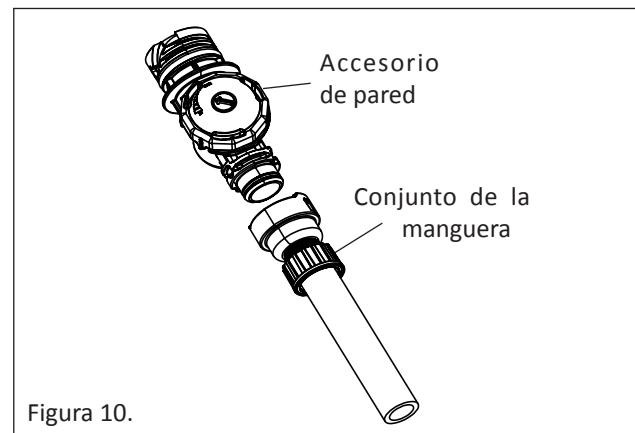

Figura 10.
- Fije el conjunto de la manguera al accesorio de pared. Véase la figura 10. Luego fije el accesorio de pared (con la manguera) al adaptador de pared. Véase la Figura 10. Tome el extremo opuesta del conjunto de la manguera y camine hasta el punto más lejano de la piscina desde el adaptador de pared. Para evitar el exceso de estiramiento de la manguera, la manguera descansar en la parte superior del agua de la piscina. Mida la longitud de la manguera que sobra (manguera que se extiende más allá del borde de la piscina). Esto determina cuánto habrá que cortar de secciones dos y tres.